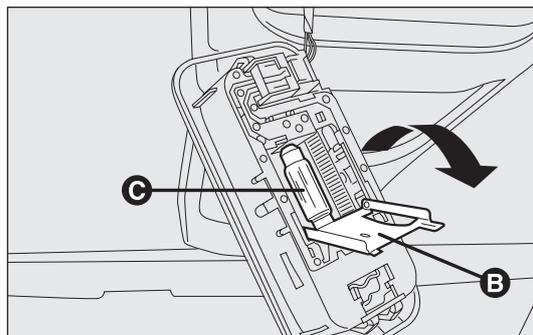

fig. 176
- ouvrir le volet de protection B-fig. 176 ;